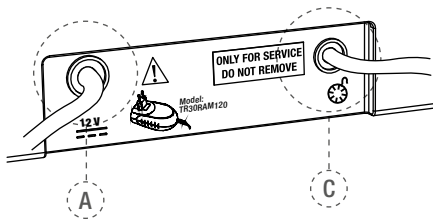

Fig. 2 Arrière de l'unité centrale
- Insérez le connecteur du chargeur de batterie dans la prise jack (A - voir Fig. 2) à l'arrière du dispositif (pour les détails voir le chapitre 7.3.3).
- Insérez le connecteur du câble de la commande à pédale située à l'arrière du dispositif (C - voir Fig. 2).
Orange clignotante: Le chargeur de batterie est correctement connecté à la prise A (voir Fig. 2) Si le dispoisitif se met à l'arrêt et que le chargeur de batterie est connecté, l'unité se remettra en marche et les valeurs suivantes apparaîtront :